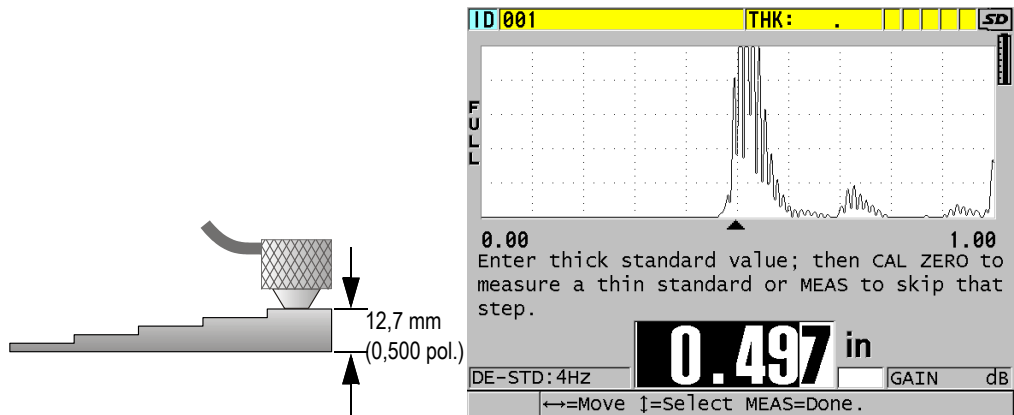

Figura 5-4 Realizar a calibração da velocidade do som do material em um bloco de teste de 5 de graus
1. Para realizar a calibração da velocidade do som no material (veja Figura 5-4 na página 86):